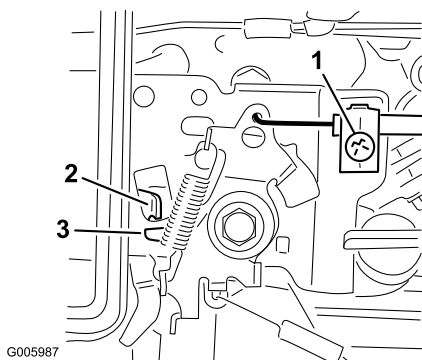

Figura 11
- C. Mueva la palanca del acelerador del motor hasta que la palanca del acelerador apenas toque la palanca del estérter (Figura 11).
- D. Apriete el tornillo de fijación (Figura 11)